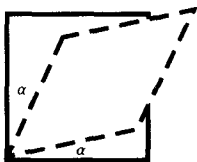

图 1-4
8. 如图 1-4 所示, 设虚线表示单元体变形后的形状, 则该单元体的剪应变为 ()。